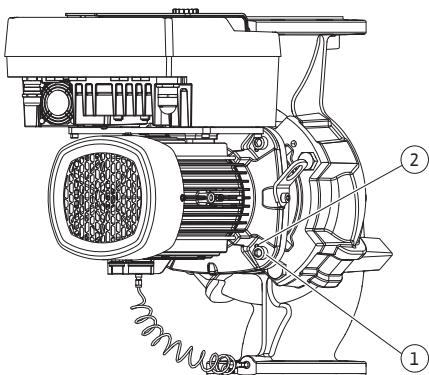

Fig. 10: Įstatomojo modulio nustumimas naudojant sriegiams skirtas angas
5. Nustumkit įstatomajį modulį (žr. Fig. 4) nuo siurblio korpuso. Tam naudokite dvi sriegiams skirtas angas (žr. Fig. 10). Norėdami atlaisvinti modulį, į sriegines angas įsukite tinkamo ilgio M10 varžtus.
6. Nustumkit įstatomajį modulį (žr. Fig. 4) nuo siurblio korpuso. Tam naudokite dvi sriegiams skirtas angas (žr. Fig. 10). Norédami atlaisvinti modulį, į sriegines angas įsukite tinkamo ilgio M10 varžtus.